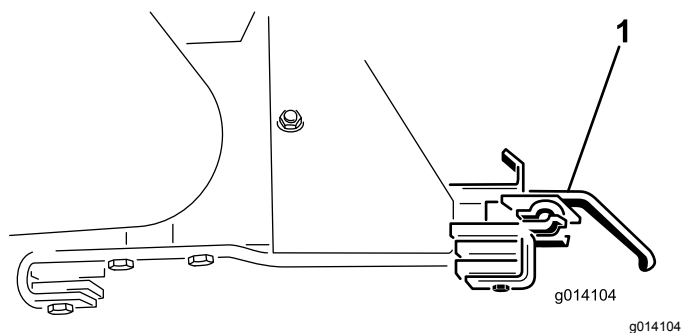

Figura 59
18. Retire las dos palancas de apriete del accesorio (Figura 59).